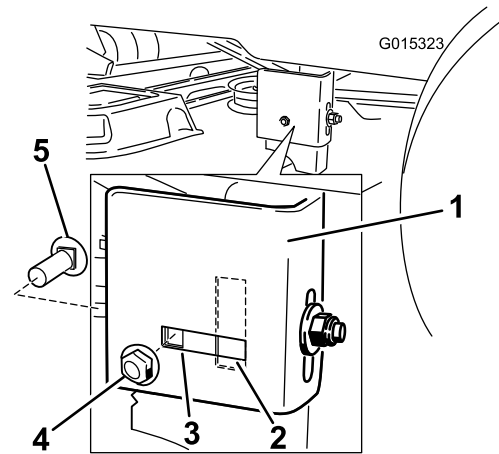

Figura 53
7. Mova para o lado esquerdo da máquina. Verifique se os parafusos de carroçaria lateral está na posição fixa ou ranhurada (Figura 53).
8. Se o parafuso de carroçaria estiver na posição fixa, remova o parafuso da carroçaria lateral e porca de fixação lateral da posição fixa e instale-a na posição de ajuste ranhurada (Figura 53).